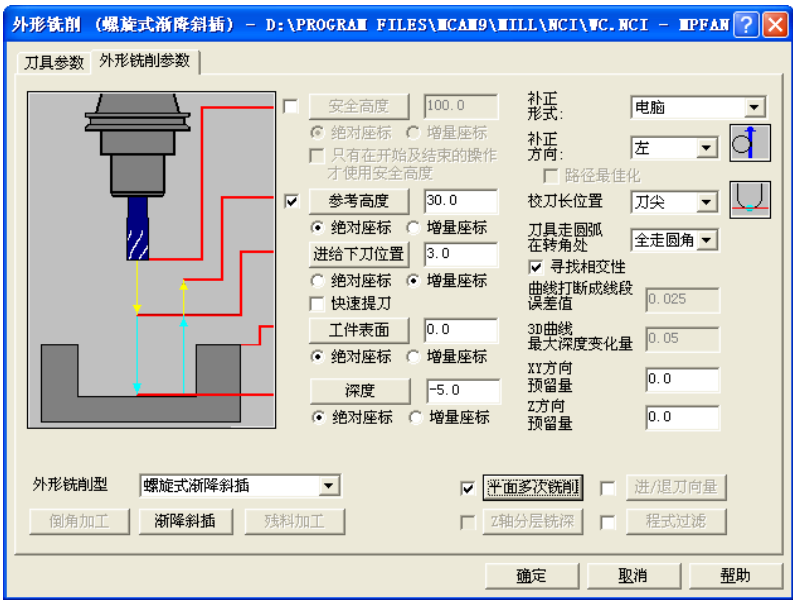

图 1-33 外形铣削参数
- 3) 在“外形铣削参数”选项卡中输入参考高度：30.0、进给下刀位置：3.0，点选“增量坐标”，工件表面：0.0，深度：-5.0，选择“螺旋式渐降斜插”，勾选“平面多次铣削”，补正方向：左，如图 1-33 所示。